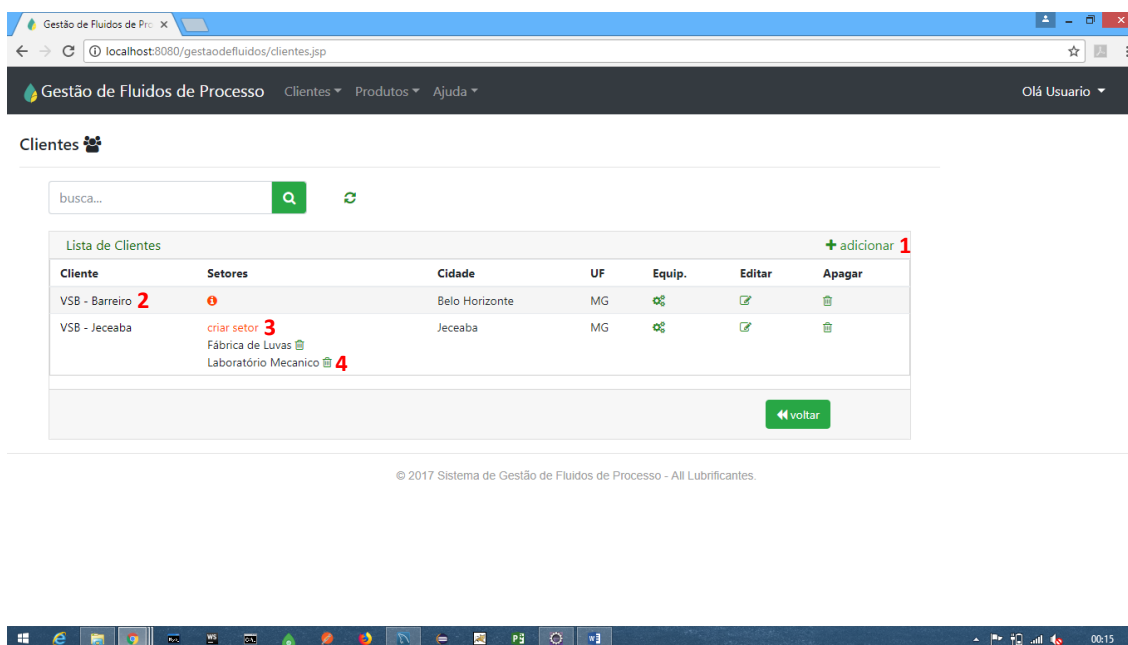

Figura 6 – Página de clientes.
6.1. Nesta página é exibido uma tabela com os clientes do representante, figura 6 esta página tem como funcionalidades disponíveis, **adicionar um novo cliente**¹ no canto superior direito, onde o usuário será direcionado para a página inserir cliente.